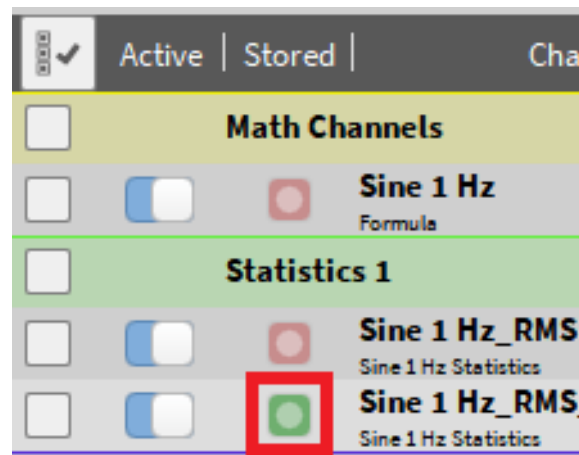

Abb. 7.162: Erkennung von offline erstellten Kanälen
- Kanäle, welche offline erstellt wurden, werden mit einem grünen Aufzeichnungs-Button in der Kanalliste gekennzeichnet (siehe Abb. 7.162):